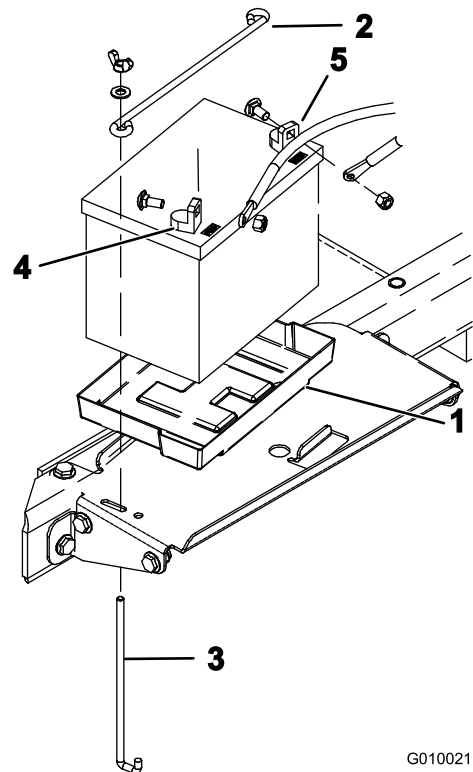

图 6
8. 将电池插入电池盒内的托盘内图 6 以端子向外的方式放置电池。
9. 用电池杆、2 个固定杆、2 个扁平垫圈及 2 个蝶形螺帽将电池固定到电池盒底座图 6。
10. 首先使用机架螺栓和螺母将正极接线红色连接到正极+电池端子图 6 然后使用机架螺栓和螺母将负极接线黑色连接到负极-电池端子图 6。将橡皮套滑动到正极电池端子上防止可能发生的短路情况。